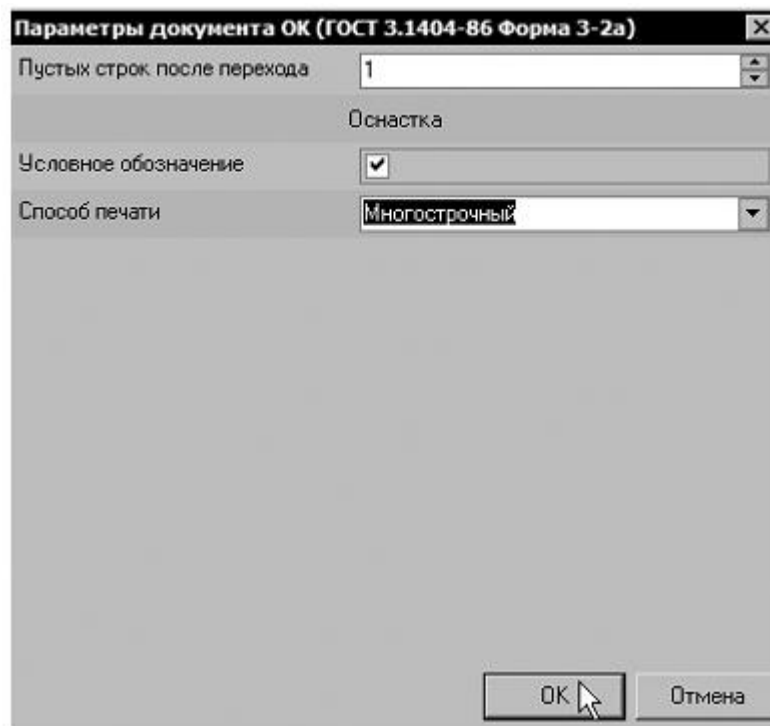

Рисунок 5.
34. В открывшемся окне установите количество строк, которые необходимо оставлять пустыми после текста перехода (рис. 5). Укажите 1, поставьте галочку в ячейке Условное обозначение и нажмите кнопку ОК.